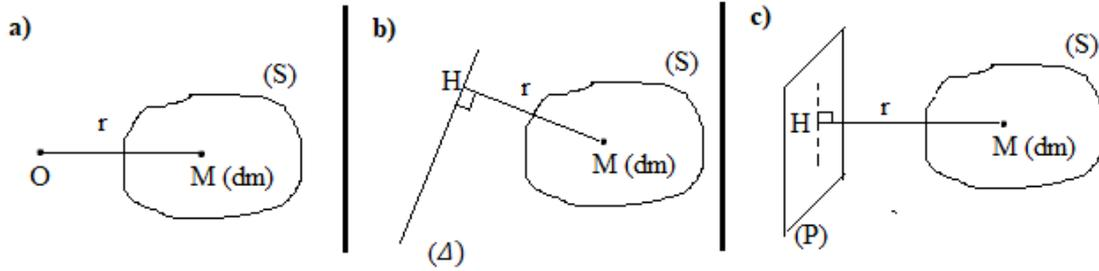

Figure III.14
r : représente la distance entre O et M, $r = |\overrightarrow{OM}|$, (Figure III.14.a).
r : représente la perpendiculaire depuis le point M sur l'axe (Δ), $r = |\overrightarrow{HM}|$ (H : est la projection orthogonale de M sur (Δ)), (Figure III.14.b).
r : représente la perpendiculaire depuis le point M sur le plan (P), $r = |\overrightarrow{HM}|$ (H : est la projection orthogonale de M sur (P)), (Figure III.14.c).